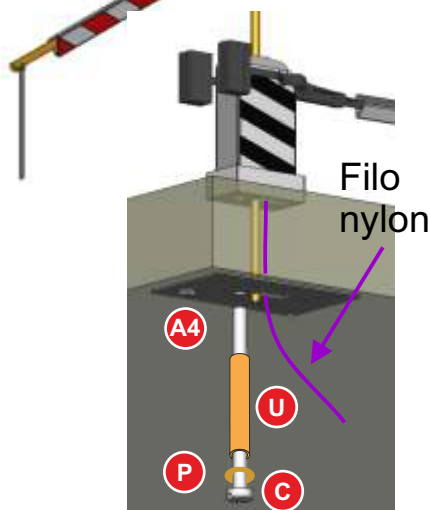

Figura 13
8) Per l'installazione finale forare il piano su cui verranno posate le barriere del passaggio a livello. Far riferimento alla contropiastra A4 per le aree da forare e liberare da residui di legno. Posizionare la barriera sopra la tavola far passare il filo in nylon all'interno del foro come mostrato in figura 13, quindi posizionare la contropiastra A4 nella parte inferiore e bloccare il tutto con la vite C e rondella P. Se tale vite risultasse troppo lunga si possono mettere delle rondelle o uno spezzone del tubo U come distanziatore. Il meccanismo per l'azionamento alza e abbassa 19-372 è descritto in separate istruzioni 60-033.